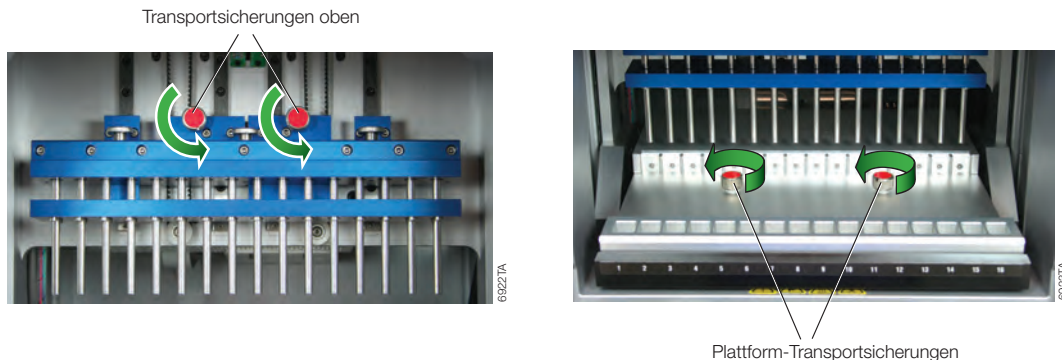

Abbildung 4. Die oberen Transportsicherungen (Magnetstabeinheit/Stößelschiene) und die Plattform-Transportsicherungen am Maxwell® 16 Instrument.
4. Die mit roten Aufklebern markierten Schrauben für die Transportsicherung von Magnetstabeinheit/Stößelschiene ausfindig machen (Abbildung 4). Diese Schrauben der Transportsicherung lösen und entfernen.
5. Die mit roten Aufklebern markierten Schrauben für die Transportsicherung der Plattform ausfindig machen (Abbildung 4). Diese Schrauben der Transportsicherung für die Plattform lösen und entfernen.